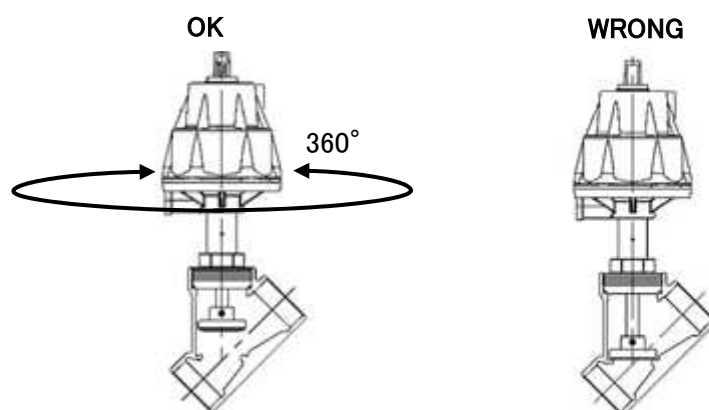

图 7
- (15) 如需改变先导进气孔的连接位置，需先从先导进气孔提供压缩空气，使阀瓣开启（检查位置指示器是否升起）即可旋转执行器改变先导进气孔的连接位置(参照图 7)。此外，ASV-1000-C，则无需提供压缩空气，即可旋转执行器改变先导进气孔的连接位置。